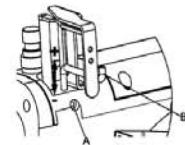

图11(Fig. 11)
2.针控线杆的调整(图11)针线控线杆(B)根据缝线的种类来选择使用状态，放松螺钉(A)将(B)上下移动调整，在使用伸展性较大的缝线时将(B)上移，则针孔处的线环就会变大，利于勾线。
Turn thread knob clockwise for tighter tension and vice versa (Fig.11)